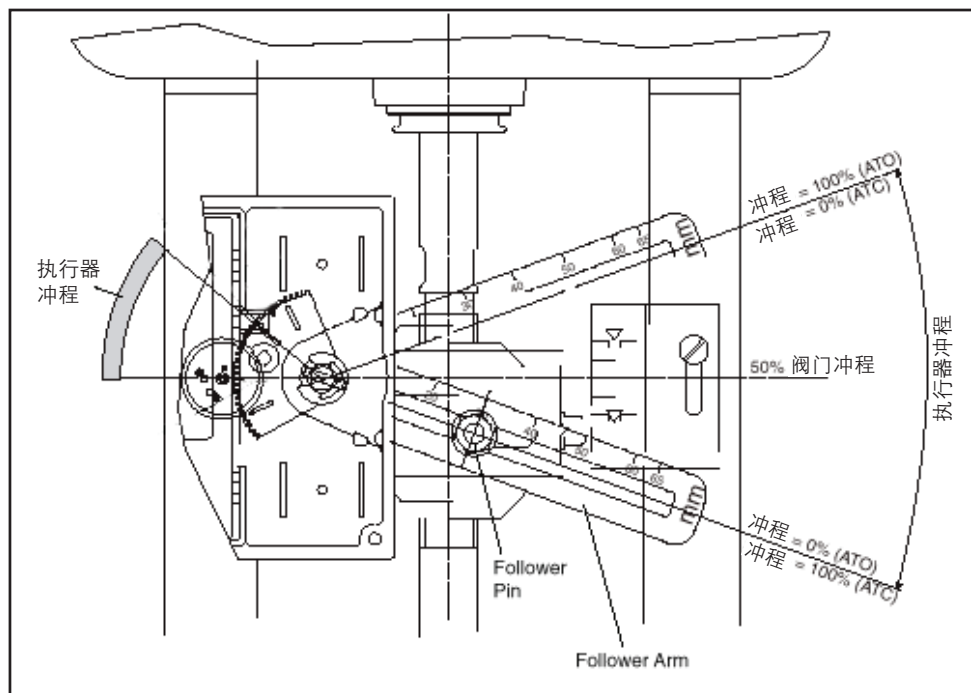

图4. 直线型气动执行器的基本调整
从动销调整（如图4）
3. 旋松从动销并使其沿随动臂移动直至反馈齿轮上的控制标志（如图4）处于水平位置（对准反馈电位差计中心）。在此位置上紧固从动销。